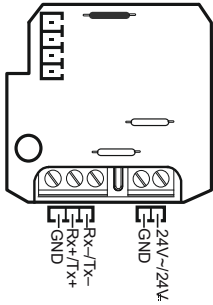

Fig. 6
- для моделей 24Vac/24Vdc см. Рис.6; убедитесь в правильности полярности (24В, GND) для постоянного напряжения;
- for the 24 Vac/24 Vdc models see Fig. 6; make sure the polarity (24 V, GND) is correct for direct current power supply;